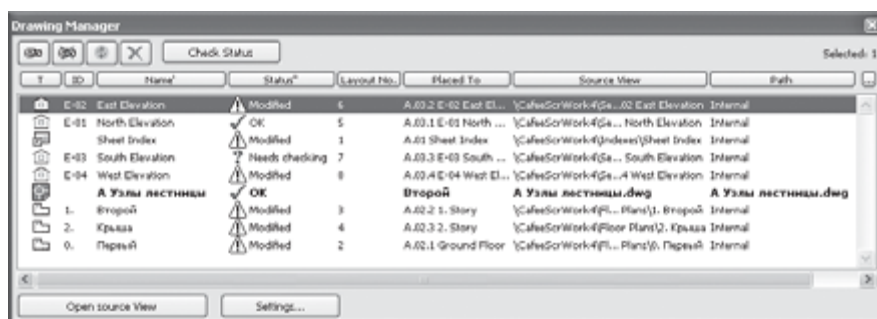

Рис. 12.11. Окно управления чертежами
- ☞ Manual (Вручную). Чертеж обновляется пользователем с помощью инструмента Drawing Manager (Управление чертежами), окно которого (рис. 12.11) вызывается командой меню Window ► Palettes ► Drawing Manager (Окно ► Палитры ► Управление чертежами).